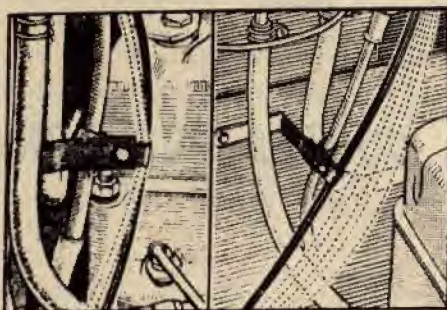

Fig. 3
**Fig. 3 - SISTEMAZIONE DELLE FASCETTE DI FISSAGGIO.** Evitare di far compiere al cavetto flessibile delle curve in corrispondenza delle fascette. Se necessario, non esitate a cambiare la posizione di dette fascette. Si eviterà pure un'eccessiva libertà di movimento del cavetto. Sempre se necessario, fissate il cavetto in più punti con più fascette.